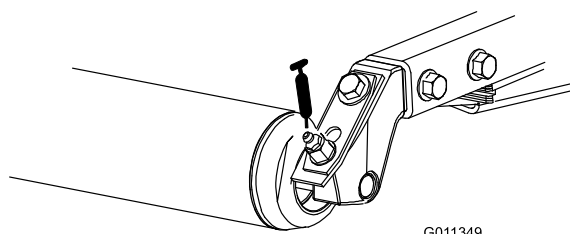

Figura 46
- Cojinetes de los rodillos traseros (2 por unidad de corte) (Figura 46).